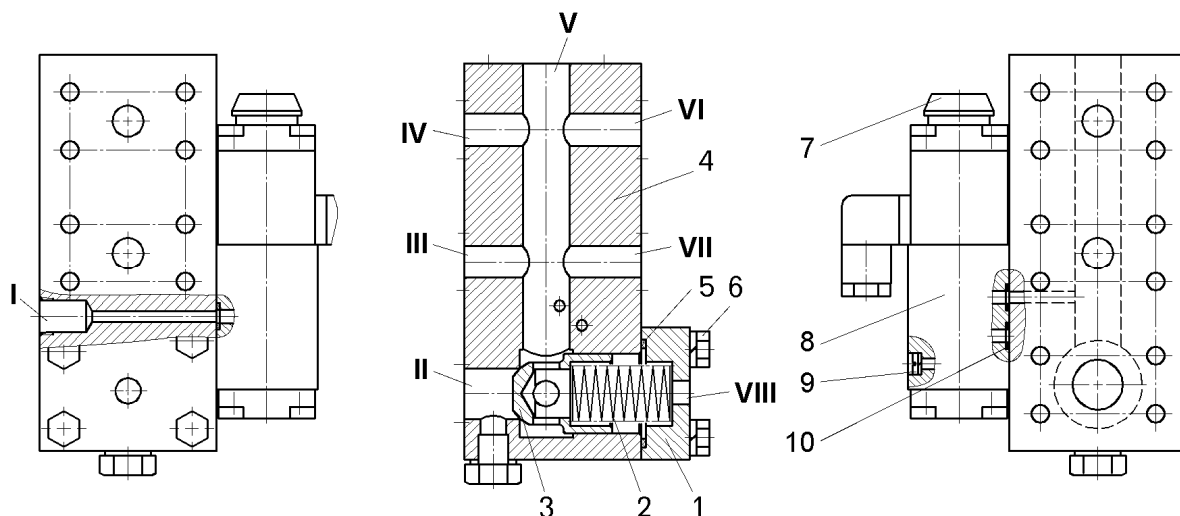

Figure 9.10 - Collecteur:
- dévisser les vis 9 avec les rondelles élastiques (figure 9.10);